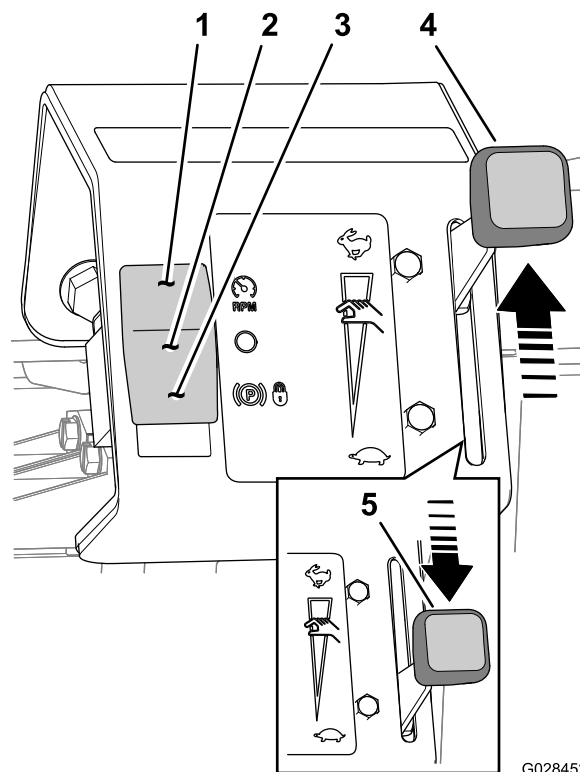

Figura 30
2. Spostate l'acceleratore a mano nella posizione Slow (Figura 30).
3. Abbassate il selettore di modalità nella posizione di bloccaggio acceleratore (Figura 30).
5. Spostate l'acceleratore a mano nella posizione Fast (Figura 30).
6. Spostate l'acceleratore a mano nella posizione Slow (Figura 30).
9. Spostate l'acceleratore a mano nella posizione Fast (Figura 30).
1. Spostate l'acceleratore a mano nella posizione Slow (Figura 30).
2. Alzate il selettore di modalità nella posizione Off (Figura 30).
6. Spostate l'acceleratore a mano nella posizione Fast (Figura 30).
2. Alzate il selettore di modalità fino alla posizione della velocità di trasferimento limite (Figura 30).
5. Con il pedale dell'acceleratore premuto, spostate l'acceleratore a mano verso la posizione Fast (Figura 30).